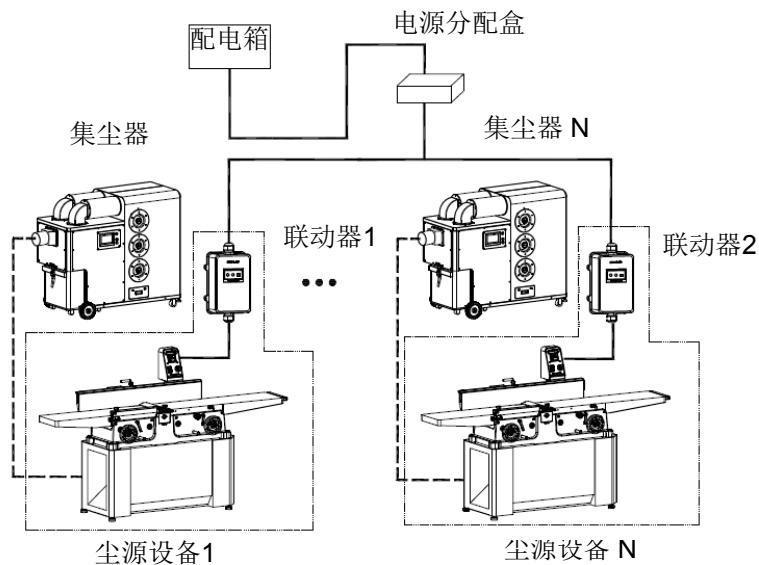

图 11
**Installation Mode C:** multiple dust processors + multiple synchronized controls + multiple dust source equipment, as shown in Fig. 11.
安装方式C：多台集尘器+多台联动器+多台尘源设备组合工作，见图11。
1) 如图11所示，将联动器接入系统中。虚线框内的模块可按方式A拓展设计。